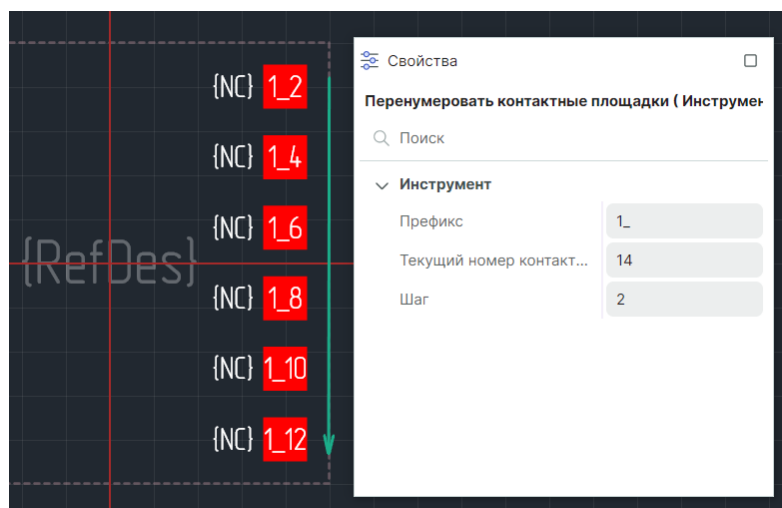

Рис. 142 Последовательное переименование контактных площадок
5. Последовательно переименуйте соответствующие контактные площадки, перемещая курсор, см. Рис. 142.